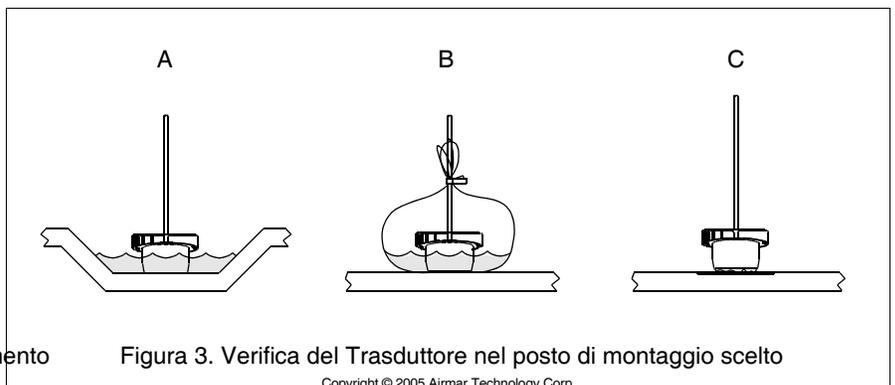

Figura 3. Verifica del Trasduttore nel posto di montaggio scelto
- A. Se il trasduttore verrà posizionato nella vicinanza della poppa e l'imbarcazione ha il minimo angolo di deadrise**—Pulite qualsiasi accumulo di sporcizia e/o grasso utilizzando un detergente oppure un solvente non aggressivo come l'alcol. Appoggiate il trasduttore allo scafo e permettetelo che l'acqua di sentina ricopra la superficie di contatto (Figura 3-A).
- B. Per un angolo di deadrise non eccessivo**—Se la superficie dello scafo non è liscia, levigatela con una smerigliatrice a disco. Inserite il trasduttore dentro un sacchetto di plastica sottile. Riempite il sacchetto parzialmente con acqua e serratelo fermamente con una fascetta per cavi. Bagnate la superficie dello scafo e premete il lato attivo del trasduttore contro lo scafo tramite il sacchetto (Figura 3-B).
- C. Per qualunque posto**—Se la superficie dello scafo non è liscia, levigatela con una smerigliatrice a disco. Applicare un lubrificante a base d'acqua (come K-Y® gel) sul lato attivo del trasduttore. Con un movimento di concatenamento, premete con forza il lato contro lo scafo (Figura 3-C.). Dopo la verifica, rimuovete ogni traccia del lubrificante dal lato del trasduttore.